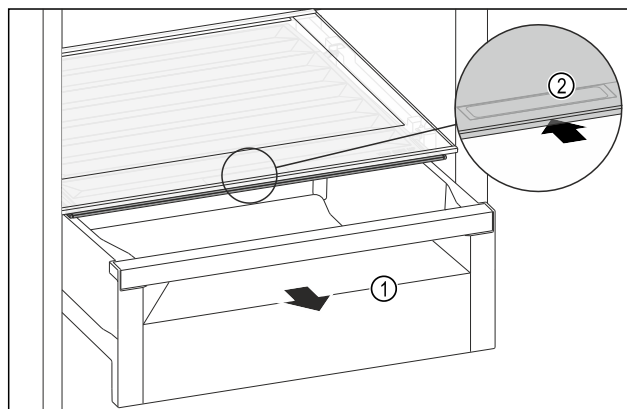

Fig. 138
- ▶ Træk skuffen Fig. 138 (1) ud.
- ▶ Tag fat i grebsforsænkningen Fig. 138 (2) i bokslåget, og skub samtidigt bokslåget tilbage.